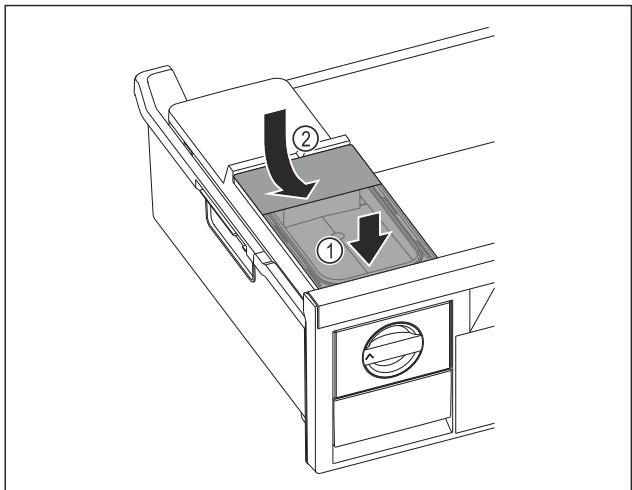

Fig. 72
- Помістити бак для води спереду. Fig. 72 (1)
- Опустити бак для води ззаду. Fig. 72 (2)